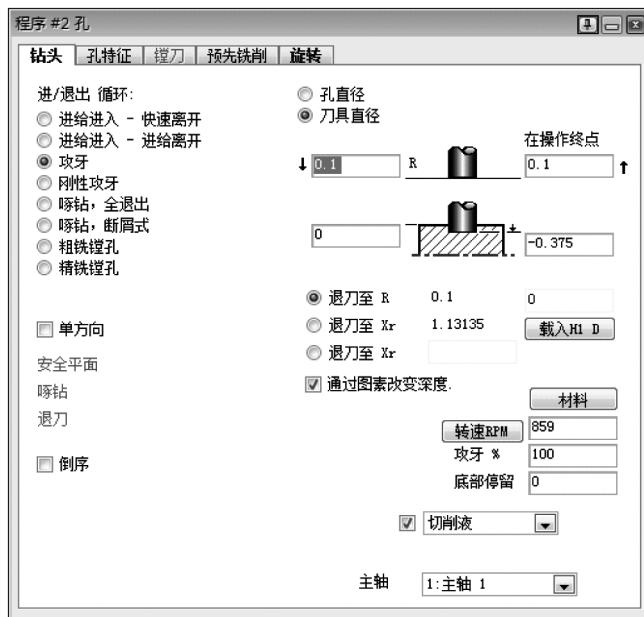

图 6-115 钻孔参数 2
2) 改变程序#2 的刀具为#21 刀具，并按如图 6-115 所示修改程序。